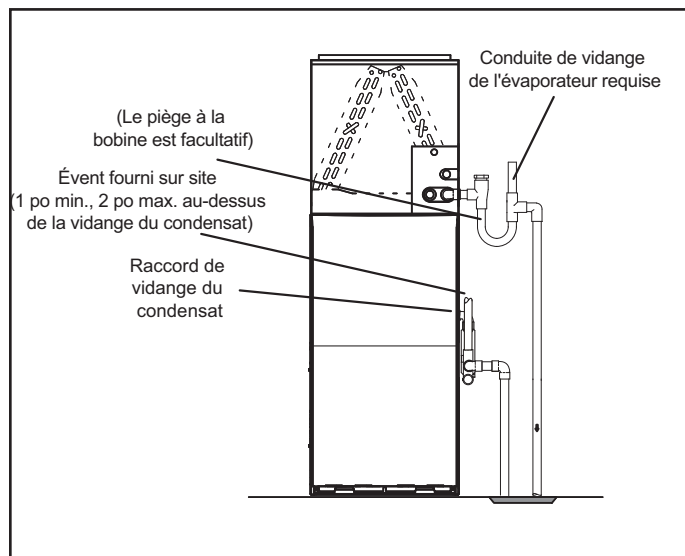
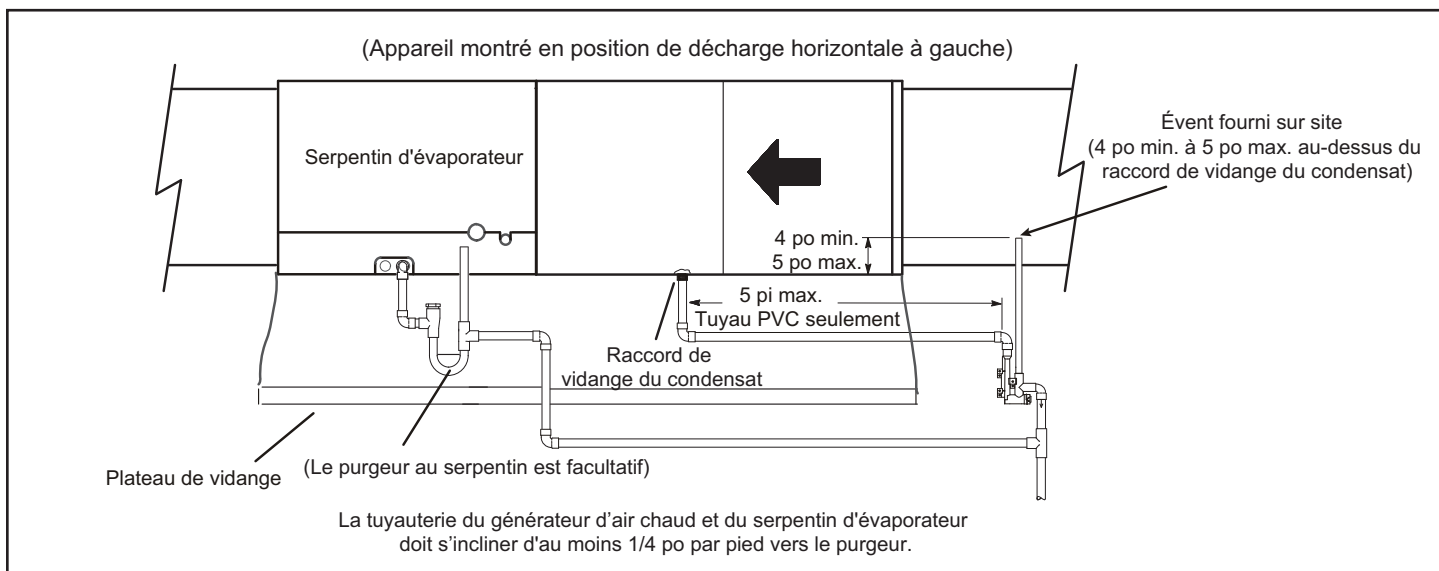
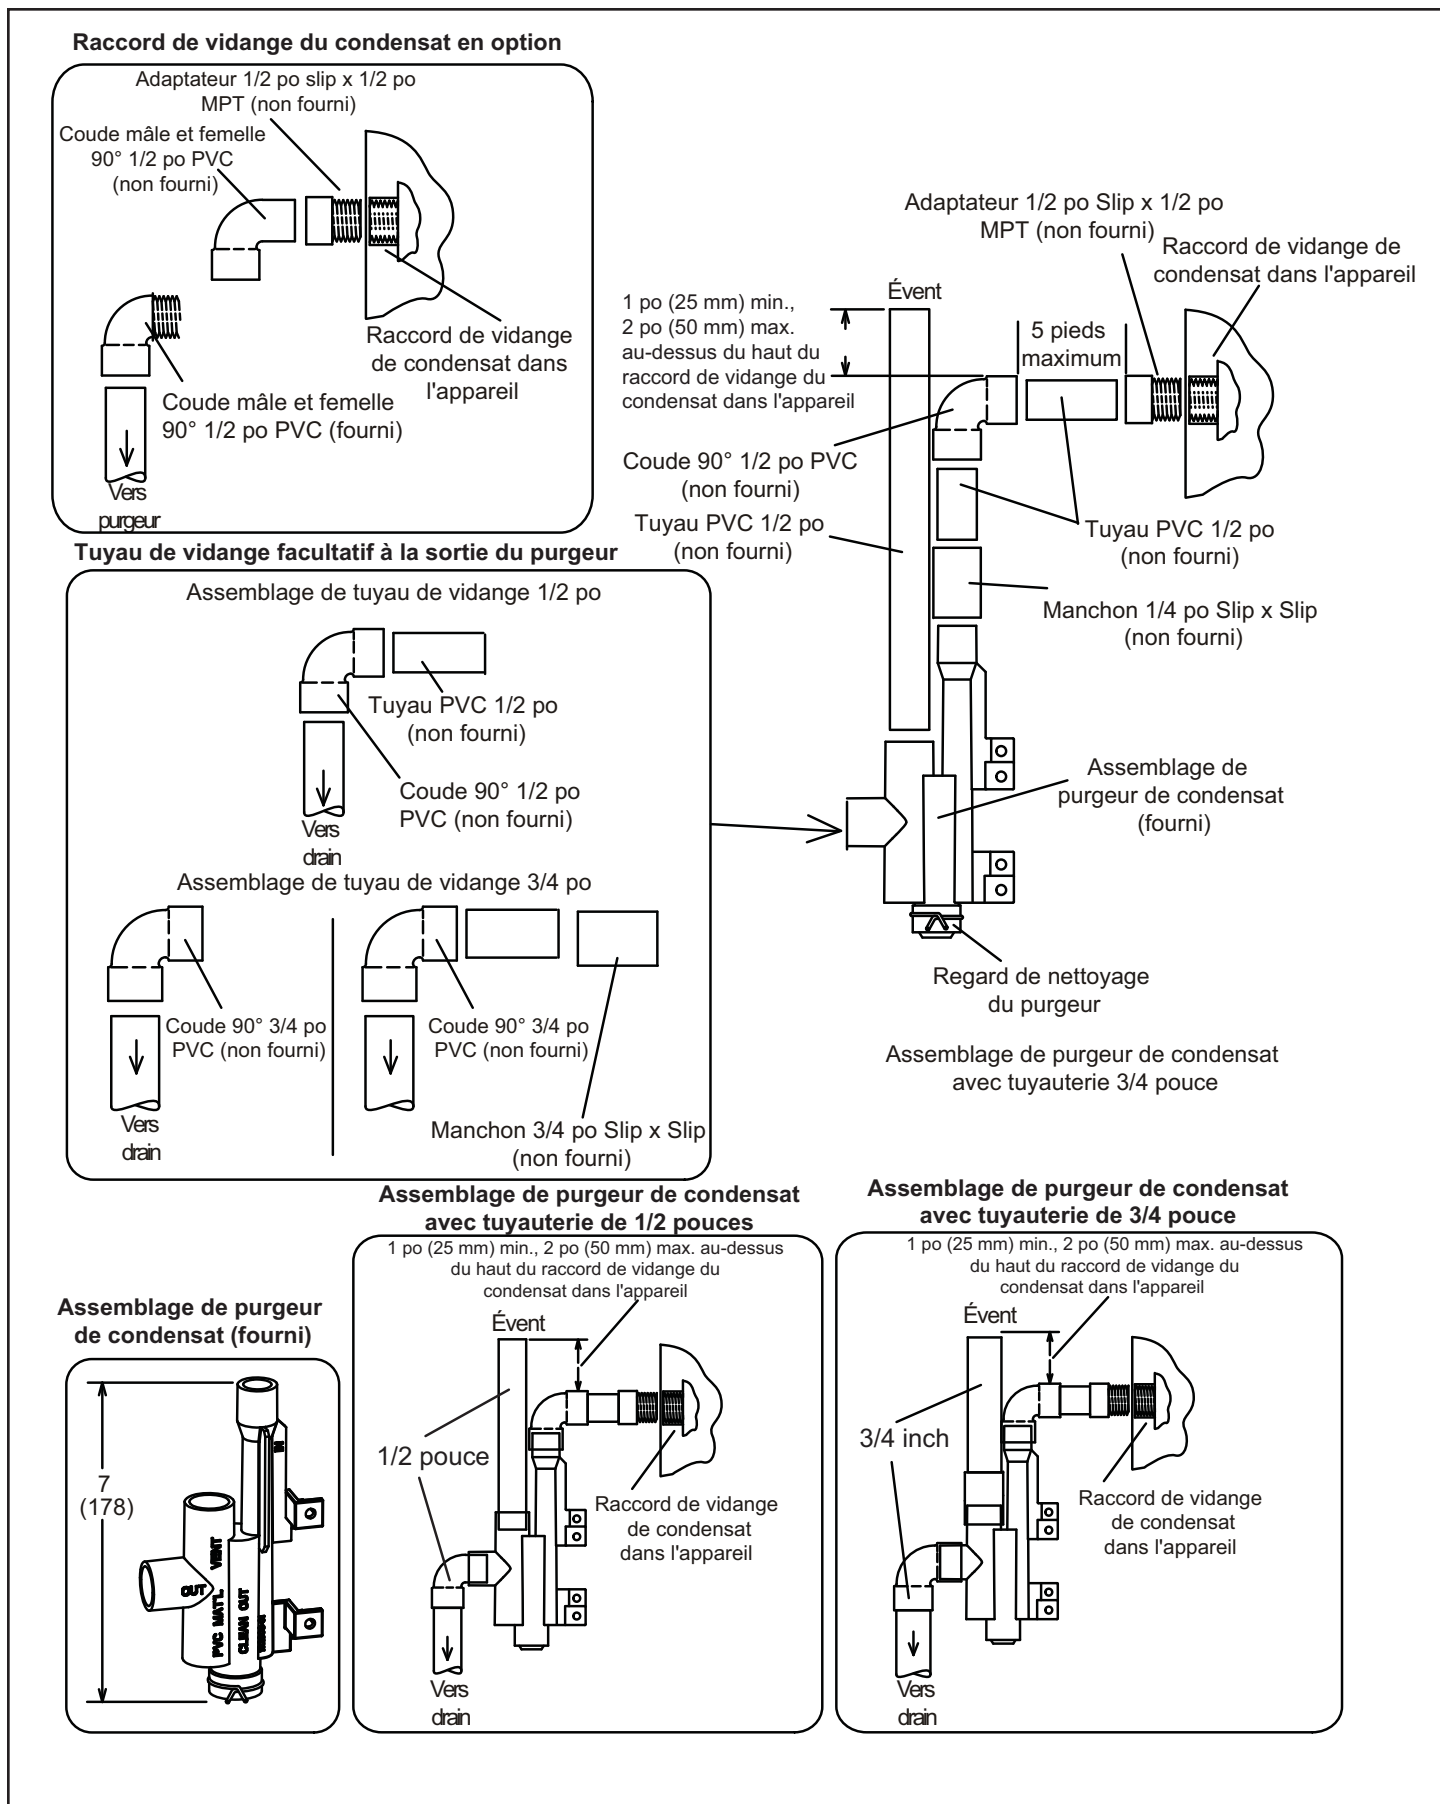

Figure 38. Générateur d'air chaud avec serpentin d'évaporateur utilisant un drain séparé
Figure 40. Générateur d'air chaud avec serpentin d'évaporateur utilisant un drain commun
Figure 44. Assemblage purgeur/vidange utilisant une boîte de tête côté froid pour PVC 1/2 po ou 3/4 po avec raccord de vidange 3/4 po
2. Pour les générateurs d'air chaud équipés d'un raccord de vidange de 1/2 po, utilisez une clé Allen de 3/8 po et retirez le bouchon (Figure 38) de la boîte de tête côté froid à l'emplacement approprié sur le côté de l'appareil. Installez un raccord mâle 1/2 NPT (fourni sur le site) dans la boîte de tête côté froid. Pour les générateurs d'air chaud équipés d'un raccord de vidange de 3/4 po, utilisez un grand tournevis à tête plate ou une rallonge de tournevis à douille 1/2 po et retirez le bouchon. Installez un raccord mâle et femelle 3/4 NPT fourni dans la boîte de tête côté froid. Utilisez du ruban Téflon ou de la pâte à joint appropriée. (Figure 44)
5. Les Figures 38 et 39 montrent le générateur d'air chaud et le serpentin d'évaporateur utilisant un drain séparé. Si nécessaire, la conduite de condensat du générateur d'air chaud et du serpentin d'évaporateur peuvent vidanger ensemble. Voyez les Figures 40 et 42.
Générateur d'air chaud à ventilation ascendante (Figure 38) - Dans les applications à ventilation ascendante, l'évent fourni sur le site doit être à une distance minimale de 1 po et maximale de 2 po au-dessus du raccord de sortie de la vidange du condensat. Toute distance supérieure à 2 po peut entraîner l'inondation de l'échangeur de chaleur si la conduite de vidange principale combinée était obstruée.